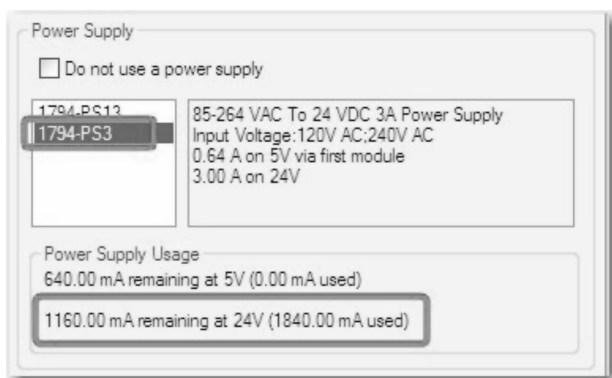

图 26-191 选择电源模块
4. 在“电源”（Power Supply）区域中，选择 1794-PS3 电源。错误指示便会消失。所选电源可以满足该机架中模块的背板要求，如图 26-191 所示。